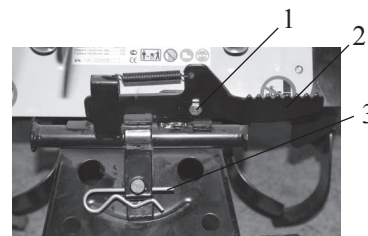

рис. 12
7.1.2 Приступая к работе, отверните болт крепления опорного кронштейна колёс 1 (рис. 12), освободите рычаг фиксации 2 (рис. 12) и разблокируйте опорный кронштейн колёс 7 (рис. 1), затем поднимите и зафиксируйте положение с помощью болта опорного крепления кронштейна колёс 1 (рис. 12).
- Вытащите шпильку 3 (рис. 12) из опорного кронштейна колёс 7 (рис. 1), которая служит фиксацией регулятора глубины вспашки 6 (рис. 1).
отверстиями в опорном кронштейне колёс 7 (рис. 1) и вставьте на место шпильку 3 (рис. 12).